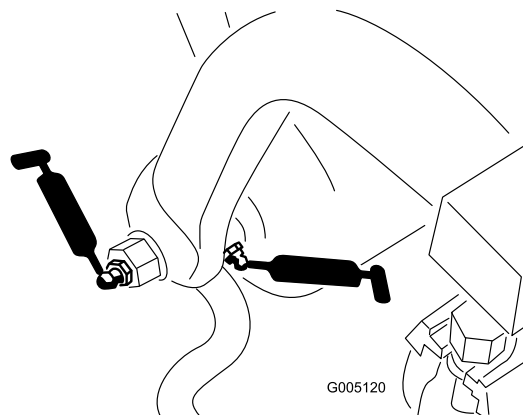

Figure 42
- Axe et rouleau de cadre de traction (12) (Figure 42)